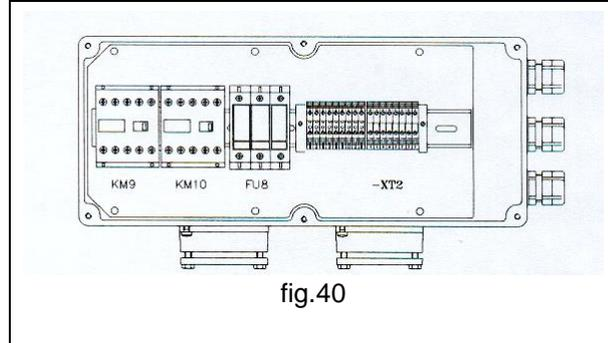

fig.40
- Les schémas électriques sont fournis à l'intérieur de l'équipement commande rotation (fig.40).
- Les schémas électriques sont fournis à l'intérieur de l'équipement électrique (fig.40 bis).
fig.40 bis